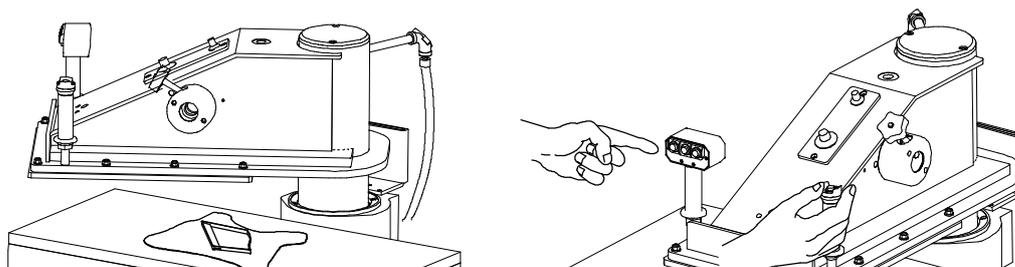

Fig. 16
- Stendere il materiale sul piano di taglio ed appoggiare la fustella su di esso (sinistra Fig. 16).
- Dopo aver regolato la corsa del braccio tramite il volantino (si consiglia una corsa di  $7 \div 8$  mm.) premere **contemporaneamente** il pulsante sull'impugnatura destra ed il più adatto fra i tre posizionati sull'impugnatura sinistra (destra Fig. 16) in rapporto allo sviluppo della fustella, utilizzando anche i potenziometri collegati ai pulsanti N.1 e N.3, se necessario (vedere paragrafo precedente). In questo modo si può ottenere la massima precisione di taglio, con la minima usura del ceppo.